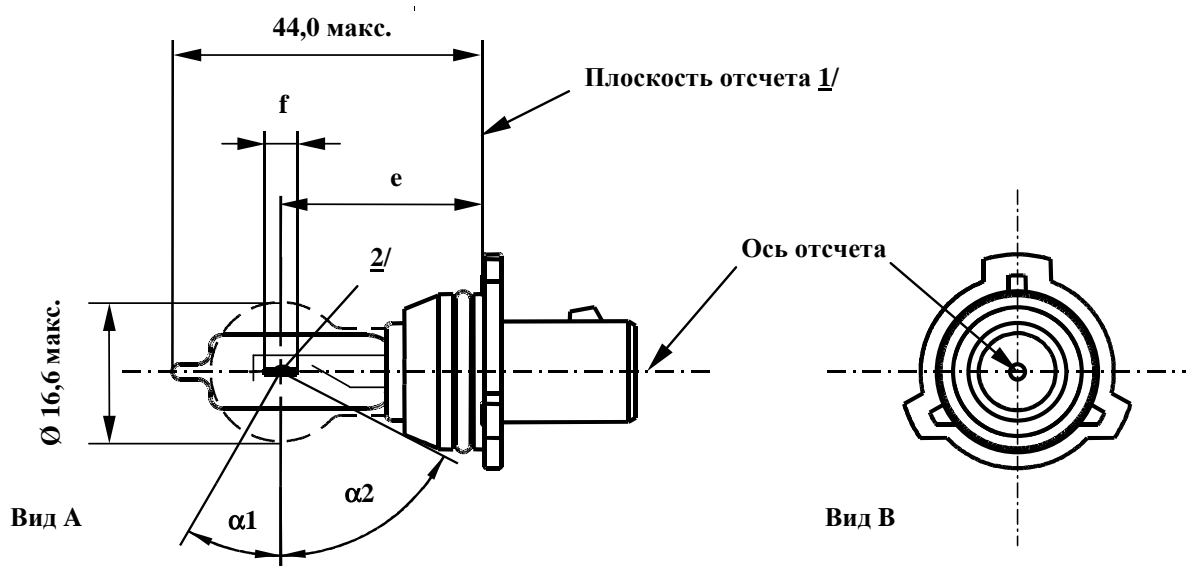

Рис. 1 Основной чертеж P13W
- 6/** Ни одна из частей цоколя, выступающих за плоскость отсчета, не должна находиться в пределах угла  $\alpha_2$ , как показано на рис. 1 спецификации P13W/1. Колба не должна давать оптического искажения в пределах углов  $\alpha_1 + \alpha_2$ . Эти требования относятся ко всей длине окружности колбы.